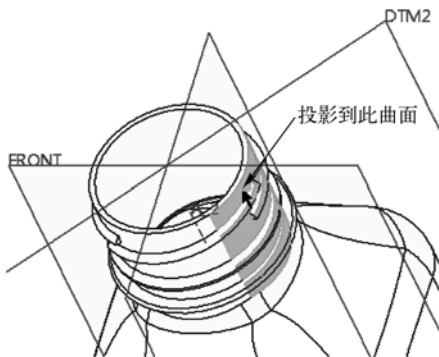

图 13-85 指定投影面
- 6 在状态栏中出现“选择一组曲面, 以将曲线投影到其上”的提示信息。按〈Ctrl+D〉快捷键以默认的标准方向视角来显示模型, 接着选择如图 13-85 所示的侧面为要投影到的曲面。